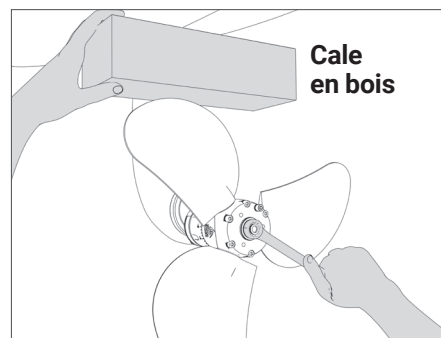

FIG. 3 Blocage de la rotation
- Pour éviter de plier les pales de l'hélice lors du vissage, faire attention de tourner les pales en position de poussée (et non pas en drapeau), et bloquer la rotation avec une cale en bois entre la pale et la coque. (**Fig. 3**).